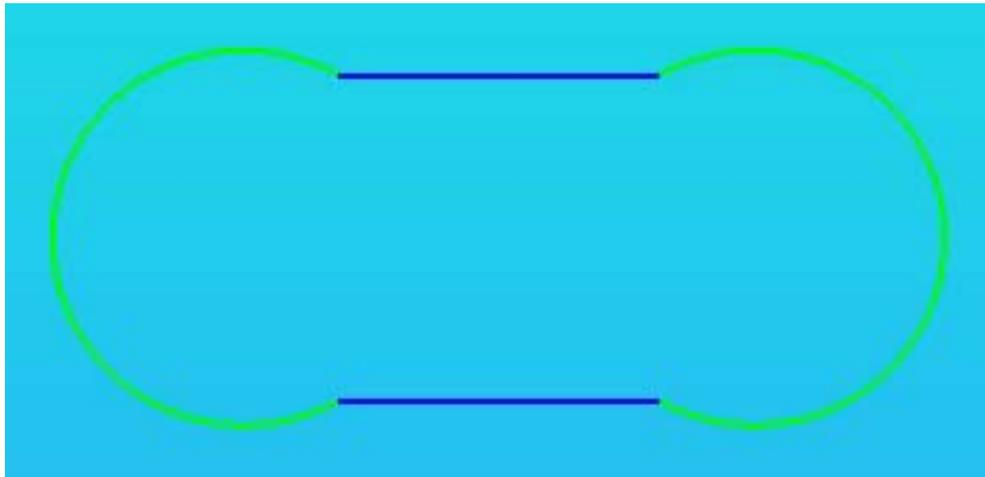

Abb. 1.48: Vollständig bereinigtes Objekt
- ◆ Wir verfahren in analoger Weise mit den restlichen Linien dieses Objektes und erhalten als Ergebnis das bereinigte Objekt mit exakt aneinander anschließenden Linienzügen, ohne Überschneidungen (*Abb.: 1.48*).